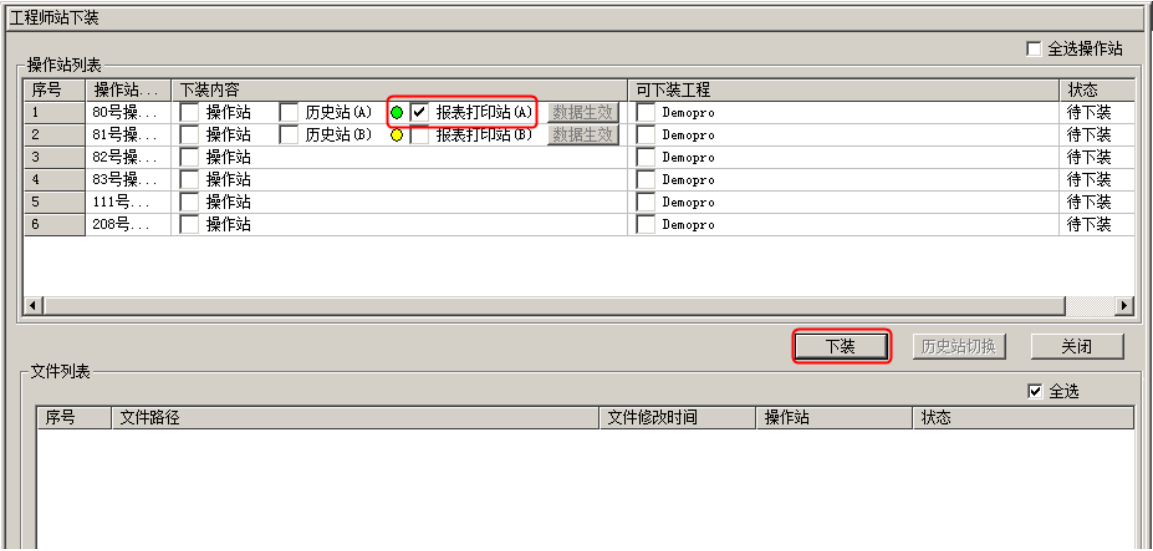

图 2.9-7 下装报表打印站
下装报表打印站，在打开的“工程师下装”窗口中勾选**报表打印站 (A) / 报表打印站 (B)**，单击**下装**按钮进行报表打印站下装，如图 2.9-7 所示。